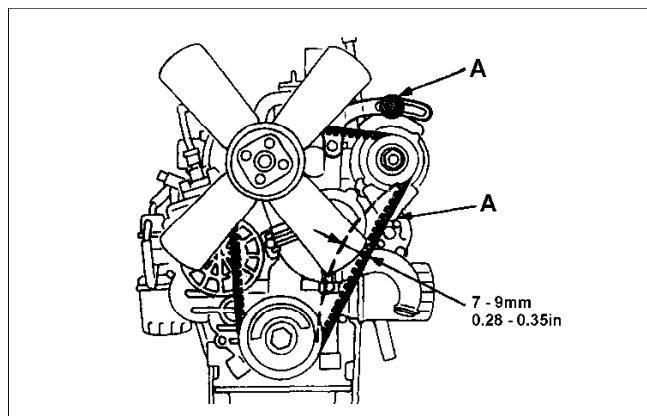

Fig.42
- (a) Skru de to bolte (A Fig. 42) løs, der holder generatoren på plads, og justér generatoren, indtil opstramningen er korrekt.
- a) Lossa de båda bultarna (A fig. 42) som håller fast generatorn och justera generatorn tills spänningen är rätt.